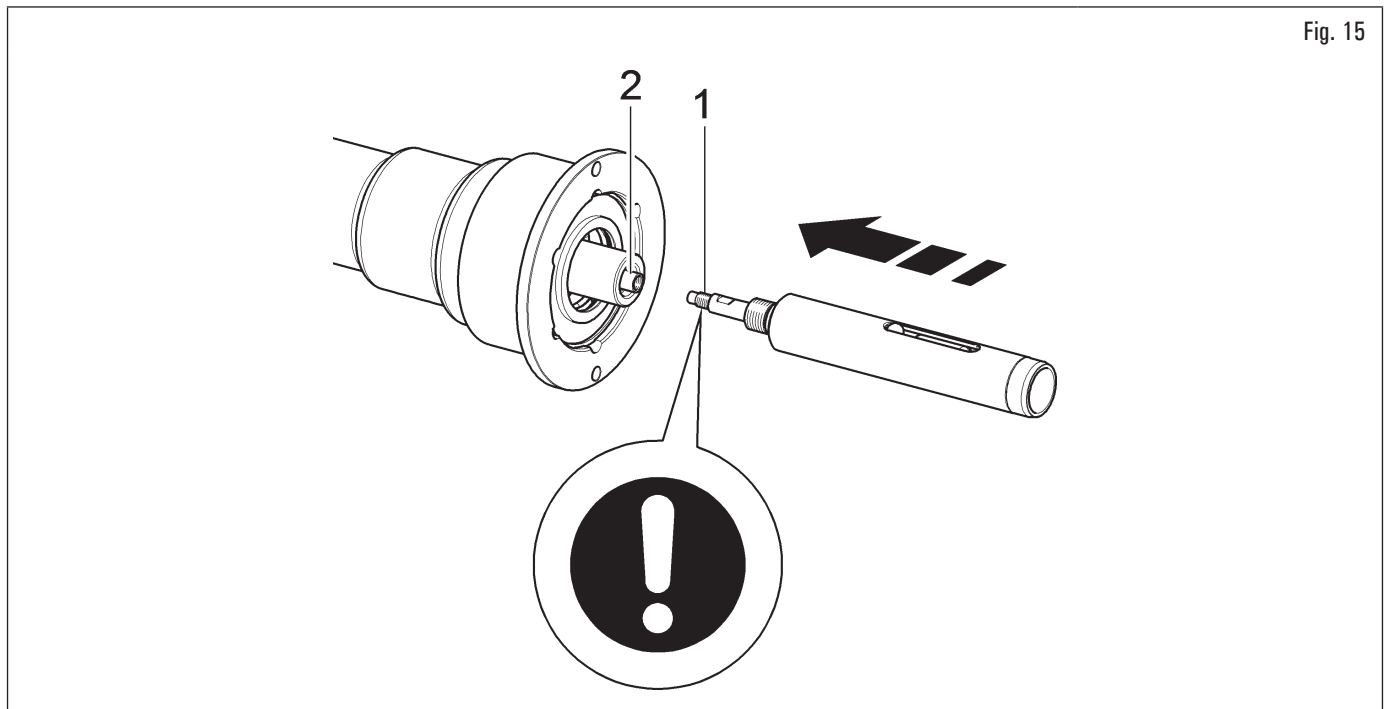
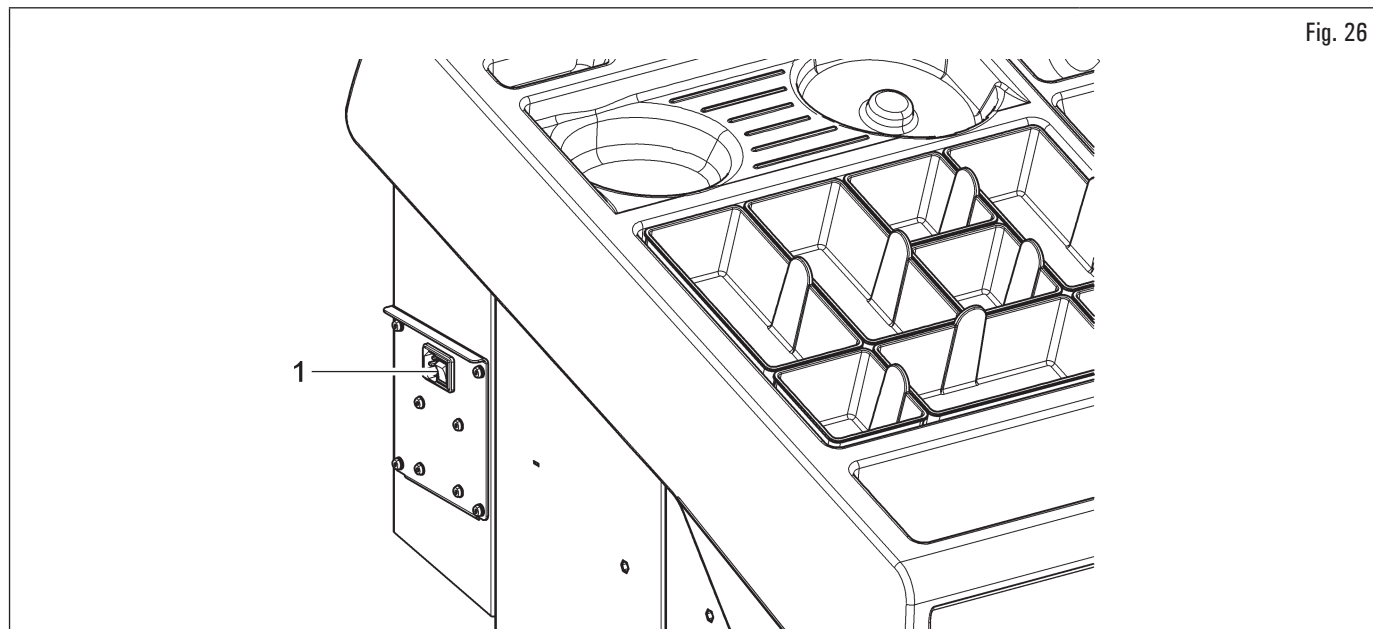

Fig. 15
Fig. 26
2. apagar el equipo mediante el interruptor general (Fig. 26 ref. 1). Acoplar el vástago interior neumático (Fig. 15 ref. 1) con el vástago interior de la brida (Fig. 15 ref. 2) (ver Fig. 15);
Al montar el kit eje neumático (Fig. 15 ref. 1) poner fijador de roscas de resistencia media Loctite 242 o equivalente sólo en la rosca M10 y apretar a 30 Nm (22 ft-lbs).
Una vez efectuada la conexión toma/enchufe, accionar el equipo mediante el interruptor general (Fig. 26 ref. 1).
Poner el interruptor general, situado en la parte lateral del equipo, en "ON" (Fig. 26 ref. 1).
Para apagar el equipo basta con poner el interruptor general en "OFF" (Fig. 26 ref. 1).